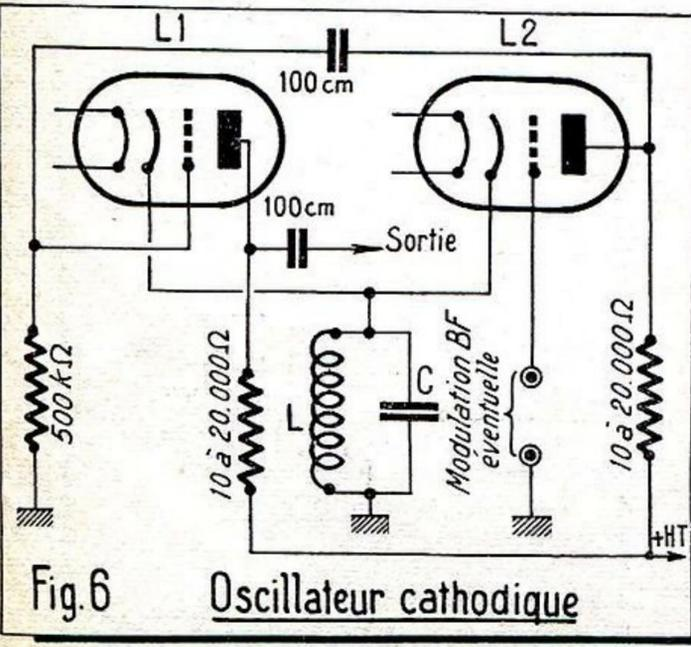

Fig. 6 Oscillateur cathodique
V. Oscillateur cathodique (figure 6).
On voit, sur le schéma de la figure 6, que les cathodes sont communes mais que la charge cathodique est constituée, ici, par le circuit oscillant.